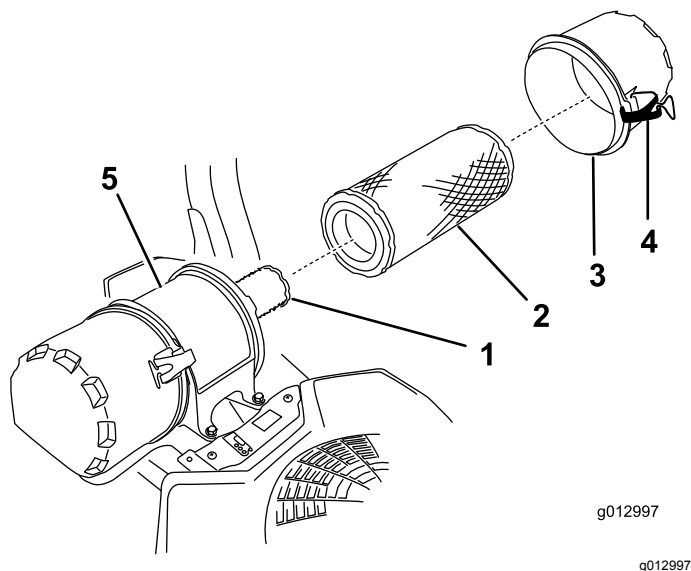

Figure 46
6. Ouvrez les dispositifs de verrouillage du filtre à air et détachez le couvercle du boîtier du filtre (Figure 46).
8. Sortez le préfiltre du boîtier du filtre avec précaution (Figure 46).
2. Si vous remplacez l'élément intérieur, insérez-le avec précaution dans le boîtier du filtre (Figure 46).
3. Placez ensuite le préfiltre sur l'élément de sécurité avec le même soin (Figure 46).
4. Remettez en place et verrouillez le couvercle du filtre à air (Figure 46).